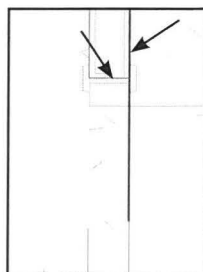

Fig. 08.46. Trim linierne.
- Trim linierne ved at klikke som vist på Fig. 08.46.